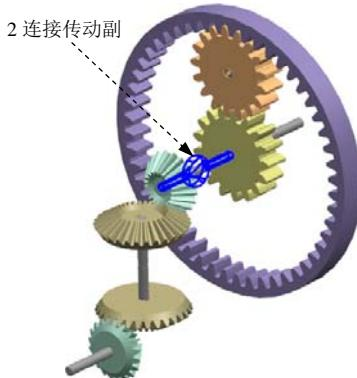

图 5.5.11 2 连接传动副
(1) 选择下拉菜单 插入(S) → 传动副(E) → 2-3 传动副... 命令，系统弹出“2-3 传动副”对话框。
(2) 定义类型。在 **附着类型** 下拉列表中选择 **2 联接传动副** 选项。
(3) 定义参考运动副。单击“2-3 传动副”对话框中 **第一运动副驱动** 区域下的 **\*选择运动副 (①)** 按钮，在运动导航器的“Joints”节点下选取旋转副 J003 为第一个运动副；单击 **第二运动副传动** 区域下 **\*选择运动副 (①)** 按钮，选取旋转副 J004 为第二个运动副。
(4) 定义参数。在 **第一运动副驱动** 区域的 **缩放** 文本框中输入值 1；在 **第二运动副传动** 区域的 **比例** 文本框中输入值 -1，其余参数接受系统默认设置。
(5) 单击 **确定** 按钮，完成 2 连接传动副的定义，如图 5.5.11 所示。